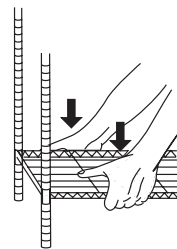

Fig. 3
5. Nadat u alle vier de palen door de hoekopeningen heeft geplaatst, zet u het rek rechtop en drukt u de onderste plank goed op de dragers [fig. 3].